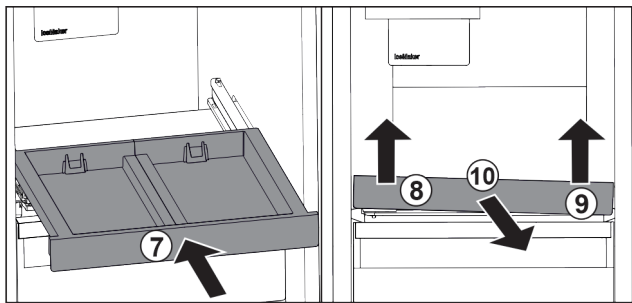

Fig. 82
- ▶ Zasuňte vyťahovaciu poličku. Fig. 82 (7)
- ▶ Nadvihnite vyťahovaciu poličku vpredu vľavo. Fig. 82 (8)
- ▶ Nadvihnite vyťahovaciu poličku vpredu vpravo. Fig. 82 (9)
- ▶ Odoberte vyťahovaciu poličku dopredu. Fig. 82 (10)